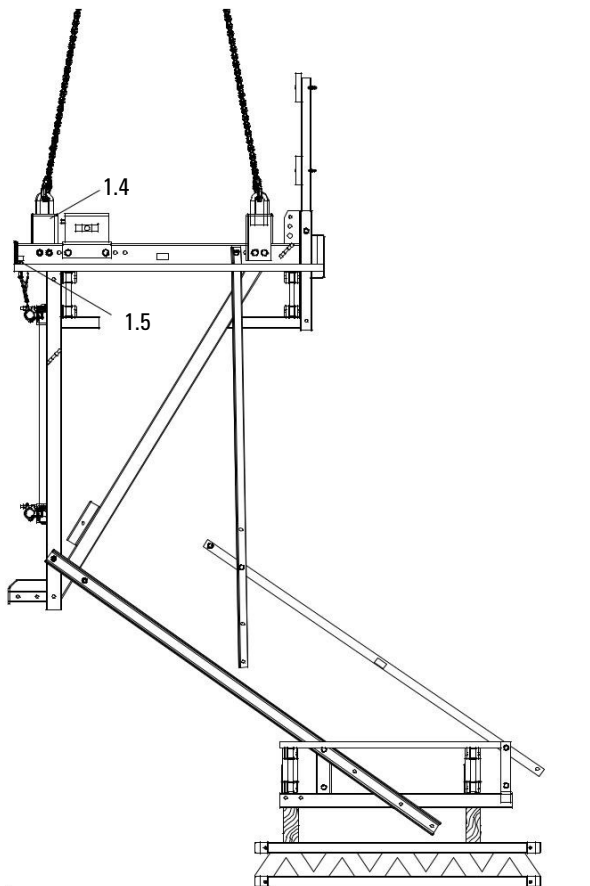

Fig. B1.36
4. Повдигнете работната платформа от анкерането и разглобете долната платформа. (Fig. B1.36)